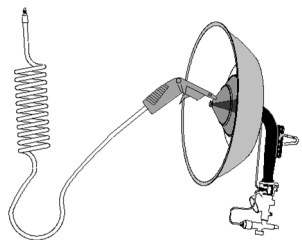
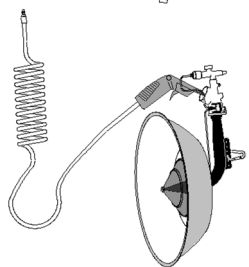

Fig. 15
Fig. 16
**a) Limpieza con aire (Fig. 15 y Fig. 16)**
- Colocar el radiador de forma vertical con la conexión de gas hacia abajo, y proyecte el aire comprimido por toda la superficie del cono exterior dirigiendo el chorro de aire hacia el cono interno (Fig.15).
Déle la vuelta al equipo y sople el aire comprimido a través de la abertura de entrada de aire. (Fig. 16).
a) Cleaning with air (Fig. 15 and Fig. 16)
- Place the radiator vertically with the gas connection facing downward and blast the compressed air over the entire surface of the outer cone: aiming the air jet towards the inner cone (Fig.15).
Turn the system over and blast the compressed air through the air inlet opening (Fig. 16).
a) Nettoyage à l'air (Fig. 15 et Fig. 16)
- Disposer le radiant verticalement, le raccordement au gaz vers le bas, et projeter de l'air comprimé sur toute la surface du cône extérieur en orientant le jet d'air vers le cône interne (Fig. 15).
Retourner l'équipement et soufflez de l'air comprimé à travers l'ouverture d'entrée d'air (Fig. 16).